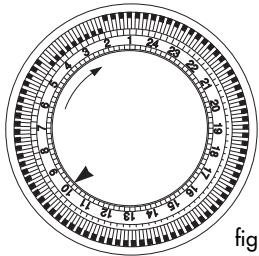

fig.5
- Se efter hur mycket klockan är. Om vi antar att klockan är 10 vrider du kopplingsurets sifferförsedda skiva med sols tills visaren på ▲ kopplingsuret pekar på talet 10 (fig.5).